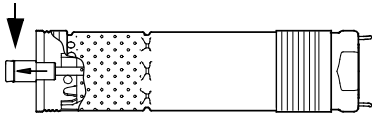

Fig. 5
- Extraer el eje de la bomba hasta la posición indicada en la fig. 5.